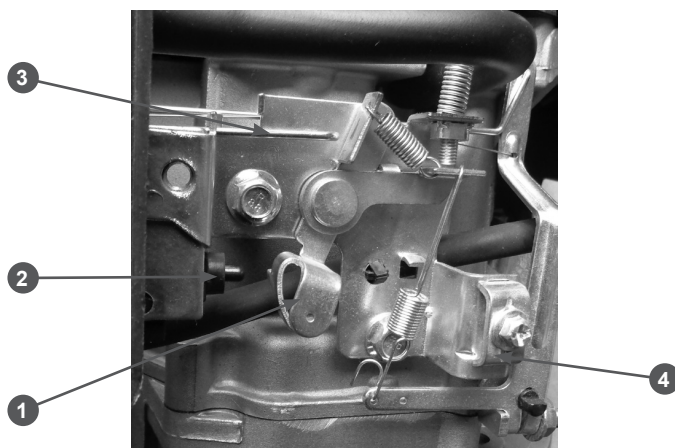

Рис. 3 Панель управления
1. Открутите болт скобы крепления троса газа и снимите скобу крепления троса газа (Рис. 3 п. 4).
при переводе рычага газа в это положение рычаг управления на панели управления двигателя (Рис. 3 п. 1) нажимает на тягу управления воздушной заслонкой (Рис. 3 п. 3). При этом полностью закрывается воздушная заслонка карбюратора.
при переводе рычага газа в это положение рычаг управления на панели управления двигателя (Рис. 3 п. 1) не должен нажимать на тягу управления воздушной заслонкой (Рис. 3 п. 3). При этом двигатель работает на максимальных оборотах.
при переводе рычага газа в это положение рычаг управления на панели управления двигателя (Рис. 3 п. 1) нажимает на кнопку выключателя зажигания (Рис. 3 п. 2). Двигатель при этом останавлива-